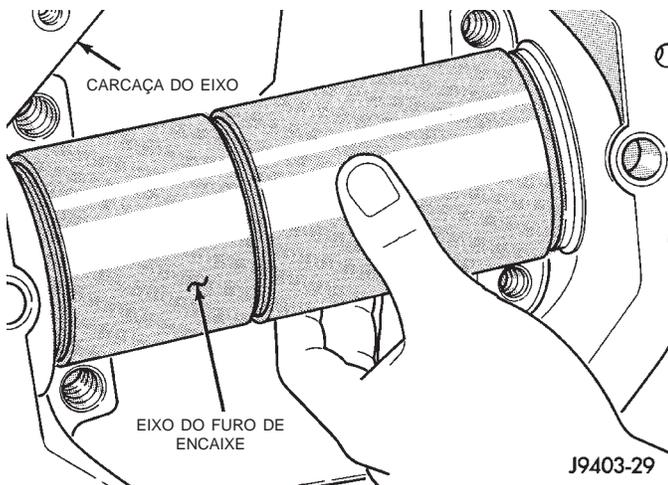

Fig. 71 Eixo do Furo de Encaixe
- (17) Instale o Bloco do Mostrador SP-5383 na extremidade da SP-5385.
- (18) Instale o Parafuso de Capa SP-536 e aperte com a Chave SP-531.
- (19) Posicione Eixo do Furo de Encaixe SP-6029 na carcaça do diferencial (Fig. 71).